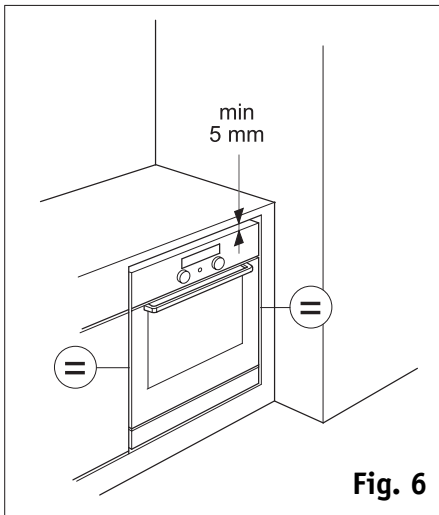

Fig. 6
- Между верхней кромкой духовки и нижней кромкой кухонной рабочей поверхности следует оставить зазор не менее 5 мм (рис. 6). **Для правильной работы духовки этот зазор не должен перекрываться.**